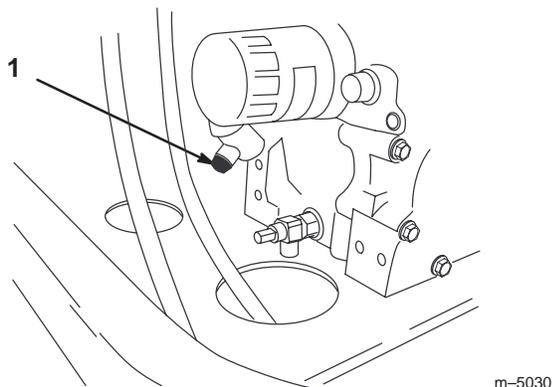

Figure 40
4. Le bloc-moteur doit être vidangé en retirant le bouchon de vidange placé dessus (Fig. 40).
Remarque : Le bouchon de vidange est noir et se trouve près du filtre à huile (Fig. 40).